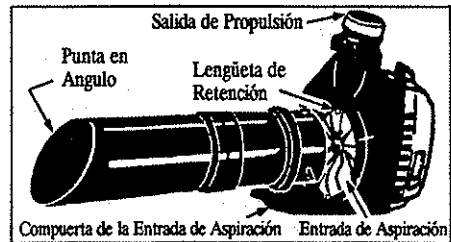

Figura 6
- Mantenga abierta la compuerta de la entrada de aspiración y alinee las ranuras en el tubo de aspiración superior con las lengüetas de retención dentro de la abertura de aspiración. Figura 6. Introduzca el tubo de aspiración superior hacia la derecha (en el sentido del reloj) hasta que las piezas se fijen en posición.
- Junte los tubos de aspiración alineando la punta cortada en ángulo del tubo de aspiración inferior no entre más en el tubo de aspiración superior, es decir, unos 7,5 cm (3"). Figura 6.
AVISO: Observe que la punta inferior del tubo de aspiración inferior está cortada en ángulo. Asegúrese de que la punta en ángulo esté alineada con la salida de propulsión como se ve en la Figura 6.